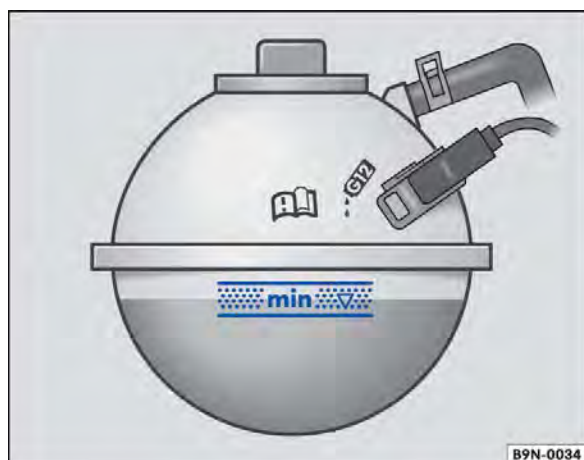

Fig. 137 No compartimento do motor: marca no reservatório de expansão do líquido de arrefecimento do motor.
- Com o motor frio, verificar o nível do líquido de arrefecimento do motor pela marcação lateral do reservatório de expansão do líquido de arrefecimento do motor ⇒ Fig. 137.
- O nível do líquido de arrefecimento do motor deve estar entre as marcas ⇒ Fig. 137 do reservatório de expansão. **Não reabastecer até acima do canto superior da faixa marcada** ⇒ ⓘ!
- Abastecer com líquido de arrefecimento do motor somente até o canto superior da faixa marcada ⇒ Fig. 137. Caso contrário, ao aquecer-se, o líquido de arrefecimento excedente será jogado para fora do sistema de arrefecimento do motor e poderá ocasionar danos.